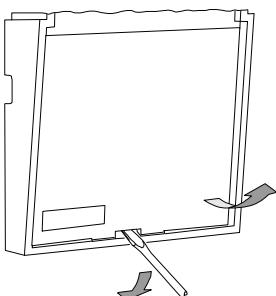

Figura 2. Apertura de la tapa frontal
C. Abra la tapa frontal insertando un destornillador pequeño en la ranura que hay en la parte de debajo de la unidad. Aplique una presión hacia abajo hasta que la tapa salga de sus pestañas y se quite fácilmente (Figura 2).